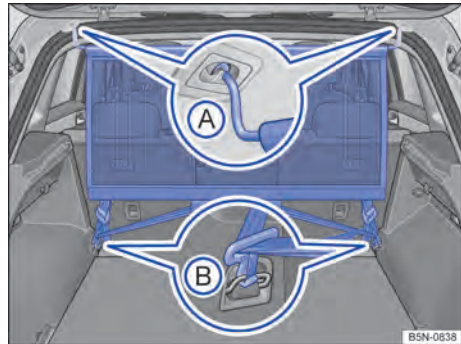

Fig. 192 En el maletero: montaje de la red de separación detrás del asiento trasero.
- Enganche la red de separación en uno de los dos alojamientos del techo → fig. 192 (A). Asegúrese de tirar de la varilla transversal hacia abajo más allá de la posición superior.
- Enganche la red de separación en el alojamiento opuesto del techo comprimiendo la varilla transversal → fig. 192 (A).
- Enganche los dos ganchos de la red de separación en las argollas de amarre del maletero y tense bien los cinturones de fijación → fig. 192 (B).
- Desenganche los ganchos de la red de separación de las argollas de amarre → fig. 192 B.